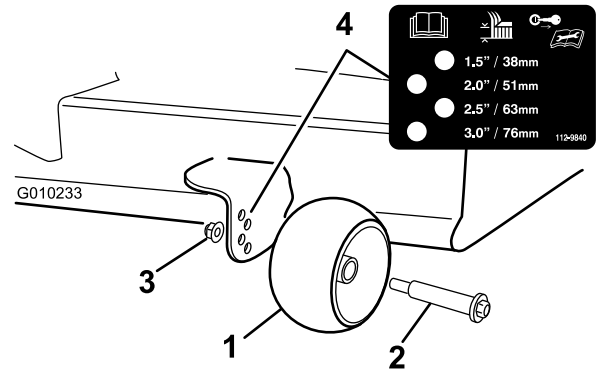

Figura 28
3. Ajuste los rodillos protectores del césped según se muestra en **Figura 28** a la posición de altura de corte más próxima.